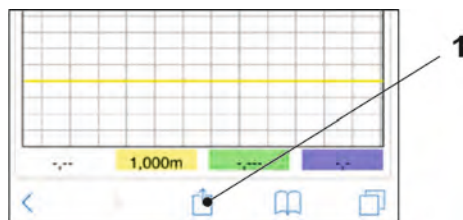

Abb. 32-16 Link einrichten
8. Zum Einrichten eines Links auf dem Home-Bildschirm (für einen direkten Zugang) das Symbol „Bereitstellen“ (Abb. 32-16 Pos. 1) antippen.